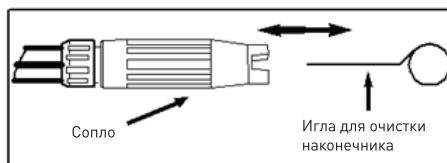

Рис. 5. Вставьте в отверстие сопла иглу для очистки и перемещайте ее вперед-назад до полной очистки сопла
- Вставьте в отверстие сопла иглу для очистки сопел или разогнутую скрепку и с помощью движений вперед-назад очистите отверстие сопла (см. Рис. 5).